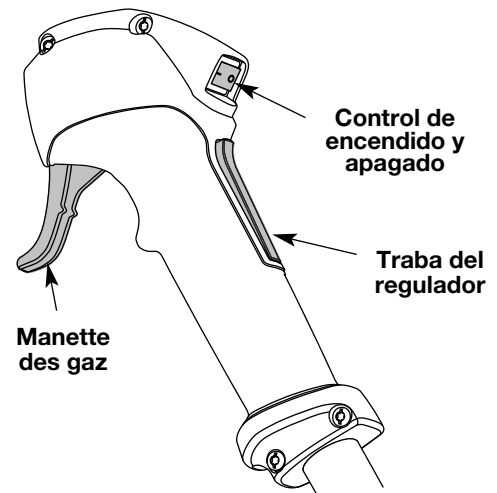

Fig. 15
2. Verifique que el Control de Parada de Encendido y Apagado está en la posición de ENCENDIDO (I) (Fig. 15).